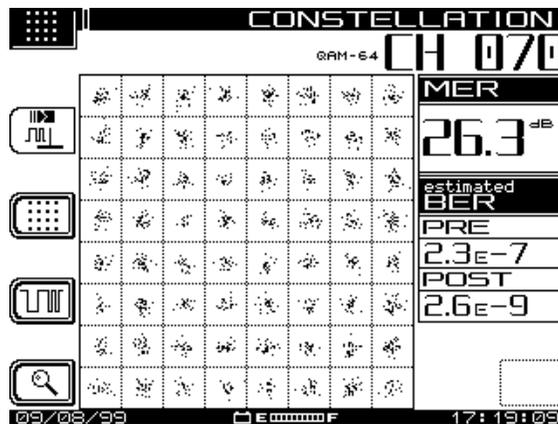

Abb. 9–12 Temperaturbedingte Rauschstörungen
**Temperaturbedingte Rauschstörungen** führen dazu, dass die Punkte auf dem Graphen sich in Richtung der Gitterlinien ausbreiten, was auf bedeutende Fehler hinweist (siehe Abb. 9–12). Die Zoom-Funktion würde die Positionen dieser Punkte im Vergleich zu den Gitterlinien detaillierter anzeigen.
**Phasenrauschstörungen** führen dazu, dass die Punkte auf dem Graphen eine kreisförmige Form annehmen (siehe Abb. 9–13). Das Phasenrauschen wird am besten ohne die Verwendung der Zoom-Funktion auf dem Graphen dargestellt.